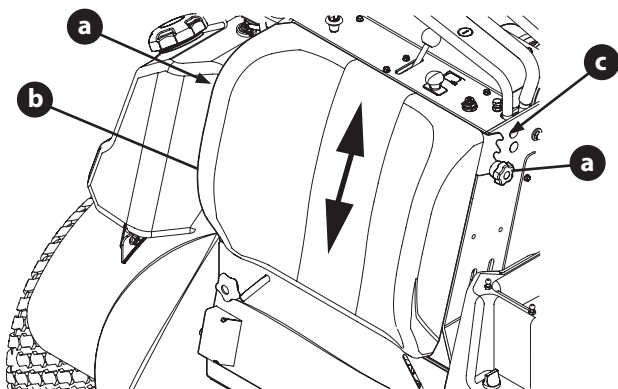

Figura 6
1. Afloje las dos perillas en estrella (a) que fijan el protector de piernas (b) a la cortadora de césped (Figura 6 a la página 43).
3. Vuelva a colocar el protector de piernas en una de tres posiciones de altura (Figura 6 a la página 43).